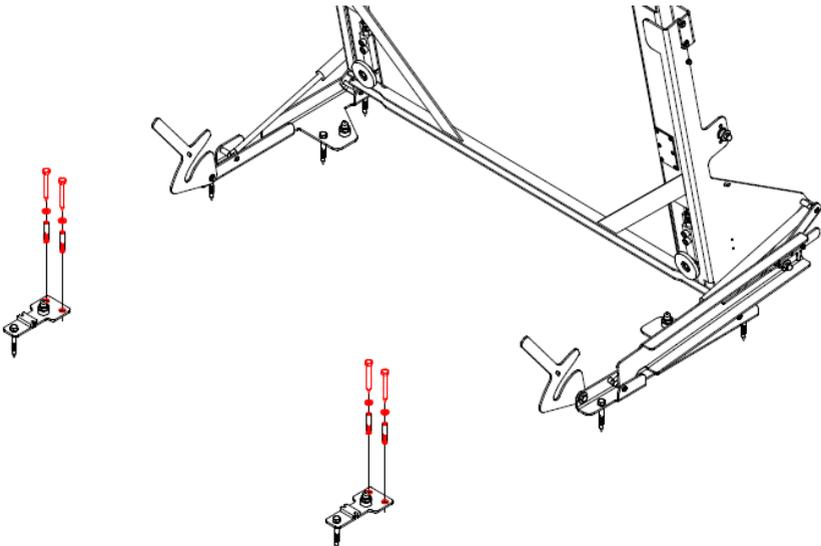

Abbildung 15. Montage von Doppelankern
11. Befestigen Sie die FüÙe zusätzlich mit zwei Ankern (Abbildung 15).